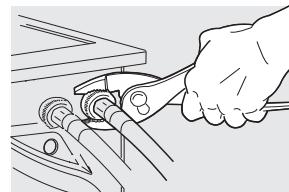

fig. 4
- Ajuste a mano hasta que quede apretado. Luego apriete cada conexión de suministro $\frac{1}{2}$ de vuelta más con pinzas. **No cruce la rosca ni apriete en exceso estas conexiones.** (fig. 4).